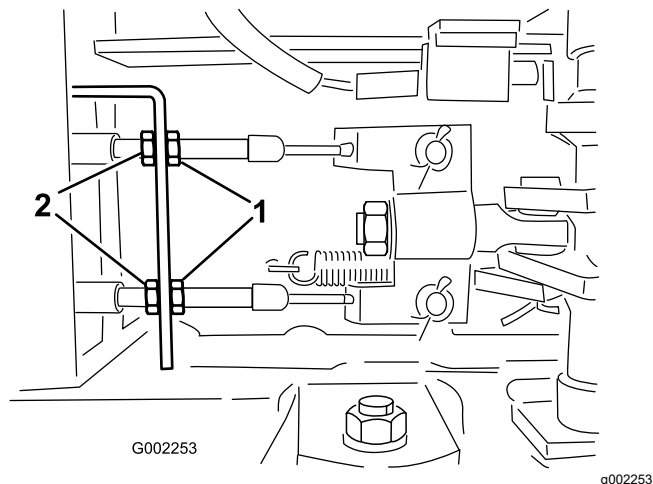

图 105
5. 松开打药机前端下面的刹车线上的前锁紧螺母 图 105。
6. 均匀地旋紧后锁紧螺母直至刹车踏板移动 12cm 时即感觉到阻力 图 105。